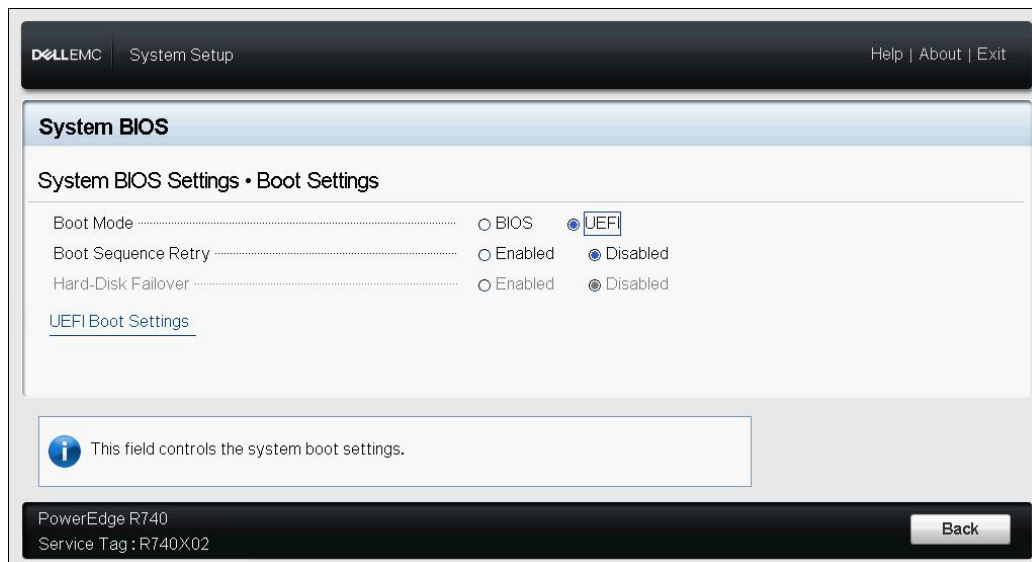

Figure 9-2. Configuration du système : Paramètres d'amorçage
2. Accédez au menu Utilitaires système (Figure 9-2).